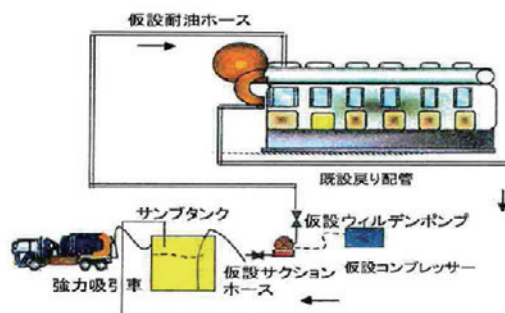

図1 機関内潤滑油配管ライン循環洗浄略図
① 燃料系(重油)タンクの洗浄
② 機関内部の潤滑油系統のライン循環洗浄(図1)